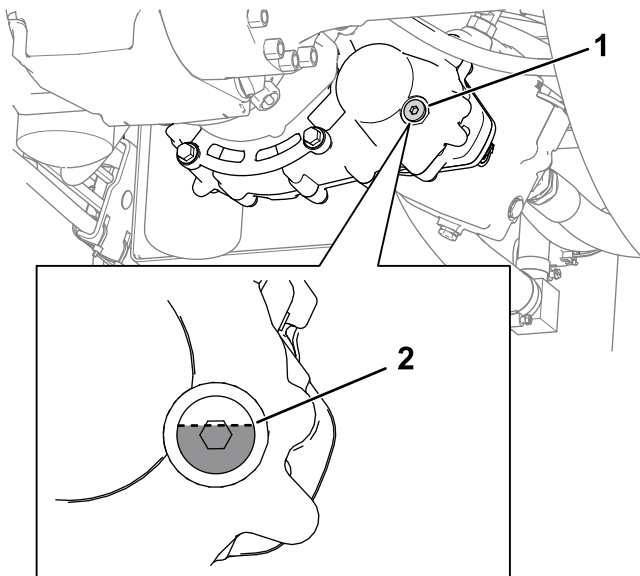

Figure 110
1. Contrôlez le niveau d'huile indiqué le bouchon de contrôle; le niveau d'huile doit être légèrement plus haut que le centre du bouchon de contrôle, comme montré à la Figure 110.